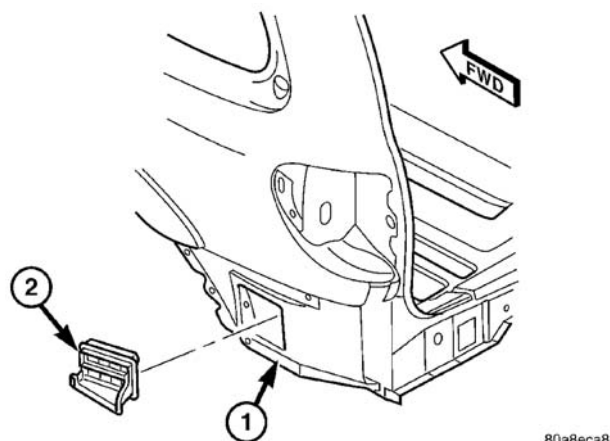

图 19 排气装置-SWB（短轴距）
- （2）用一个装饰板撬杆或另一个合适的宽扁平工具，小心地将排气装置撬离在下开口板中的开口直至卡接装置松开（图 19）。
（1）将排气装置放置到下开口板的孔中（图 19）。